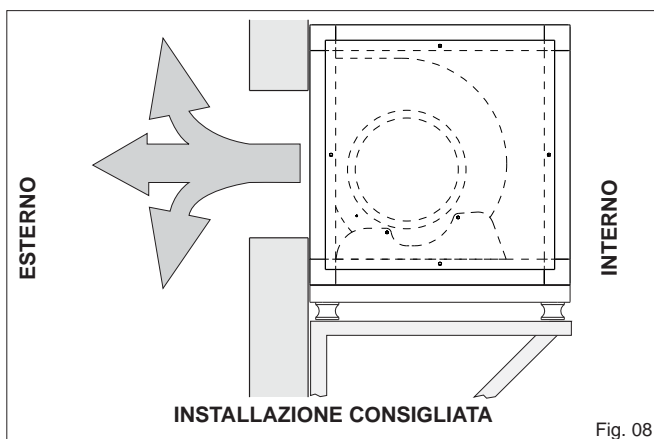

Fig. 08
3) Installazione all'interno dell'edificio con staffe di supporto ammortizzate (fig. 08).